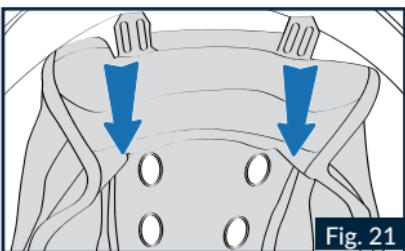

Fig. 21
- 3.1 Den hinteren Teil der Komfortpolsterung in das Helminnere ziehen, um die linken und rechten hinteren Laschen des Seitenfutters vom hinteren Schalenrand zu lösen (Abb.21).
Stecken Sie rechten und linken hinteren Laschen des Seitenfutters in die entsprechenden unteren Aufnahmen am Schalenrand (Abb. 21). Auf die Laschen drücken, bis sie vollständig in der Halterung einrasten.